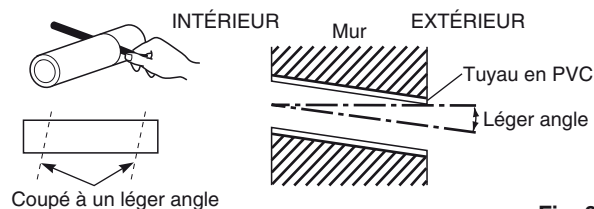

Fig. 3-17
- (9) Mesurer l'épaisseur du mur de l'intérieur à l'extérieur, et couper le tube en PVC légèrement en biais pour l'adapter. Insérer le tube en PVC dans le mur. (Fig. 3-17)